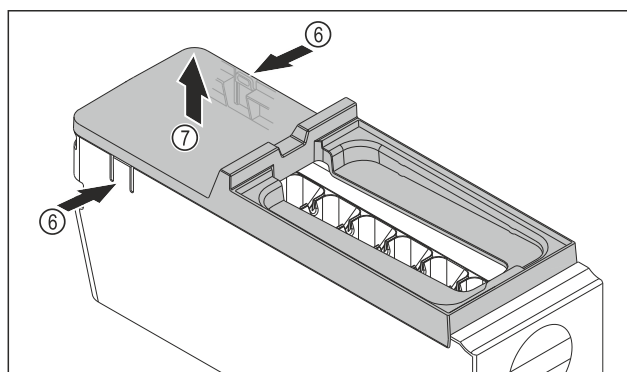

Fig. 137
- ▶ Ta bort skyddet på EasyTwist-Ice-enheten: Tryck på skenor Fig. 137 (6) på båda sidor av EasyTwist-Ice-enheten med en hand.
- ▶ Ta bort skyddet Fig. 137 (7) uppåt med andra handen.